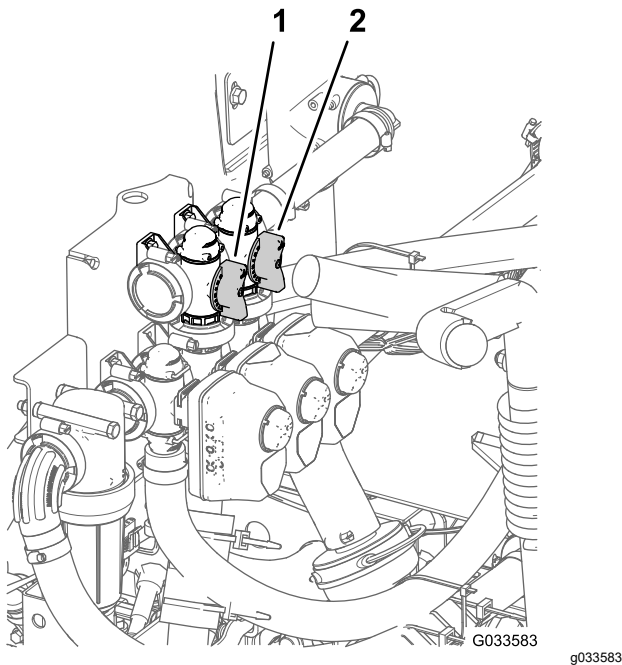

Figura 87
11. Ajuste la válvula de desvío de agitación (Figura 87), situada en la parte trasera de la válvula de agitación, hasta que la presión marcada en el manómetro sea de 6,9 bar.
8. Ajuste la palanca maestra de desvío de secciones para controlar la cantidad de agitación en el depósito (Figura 87).